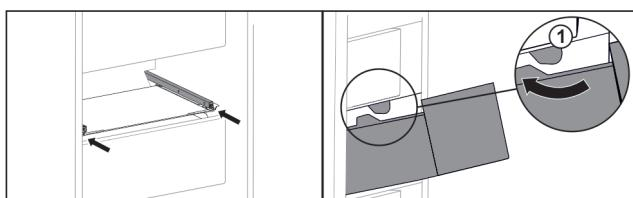

Fig. 53
- Обведите выдвижной ящик вокруг стопора Fig. 53 (1).